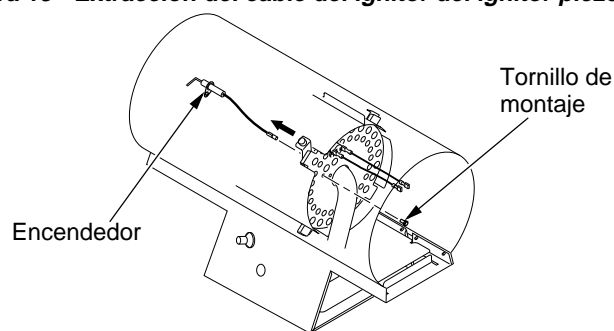

Figura 14 - Extracción del tornillo de montaje del ignitor y el ignitor
3. Extraiga el tornillo de montaje del ignitor de la cabeza posterior usando un destornillador para tuercas o un destornillador estándar (consulte la figura 14).